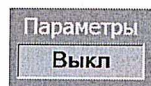

Рисунок 8.1 – Кнопка со значением параметра типа «Выкл/Вкл»
7.1.1 Изменение значений параметров типа «Выкл/Вкл» (рисунок 8.1) повторным нажатием соответствующей кнопки (как было сказано выше после первого нажатия происходит выделение параметра).